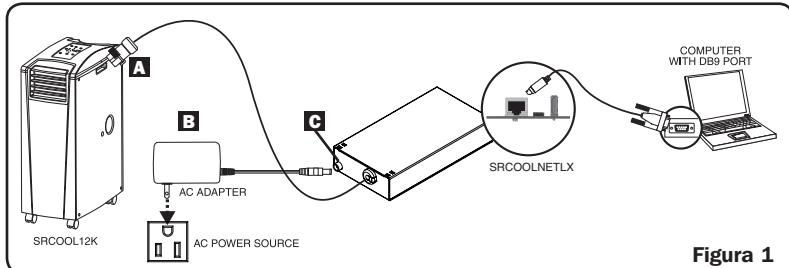

Figura 1
**2-1 Conexión del SRCOOLNETLX al SRCOOL12K o SRXCOOL12K(B):** usando el conector dedicado **A**, conecte el SRCOOLNET al puerto de comunicación en el costado del enfriador por puntos (vea la figura 1 en la sección **3-3**).
**2-2 Conexión del SRCOOLNETLX a la energía:** conecte el adaptador de CA **B** al SRCOOLNETLX mediante el puerto etiquetado "DC Power" **C** y enchufe el otro extremo en una fuente de alimentación de CA (vea la figura 1 en la sección **3-3**).